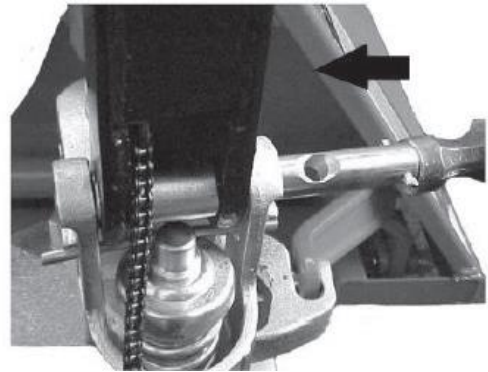

Fig. 4
- Introduceți brațul timonului(1) în pistonul pompei, apoi folosiți un ciocan pentru a introduce axul cu orificiu în pompa hidraulică și în brațul timonului (Fig. 4).